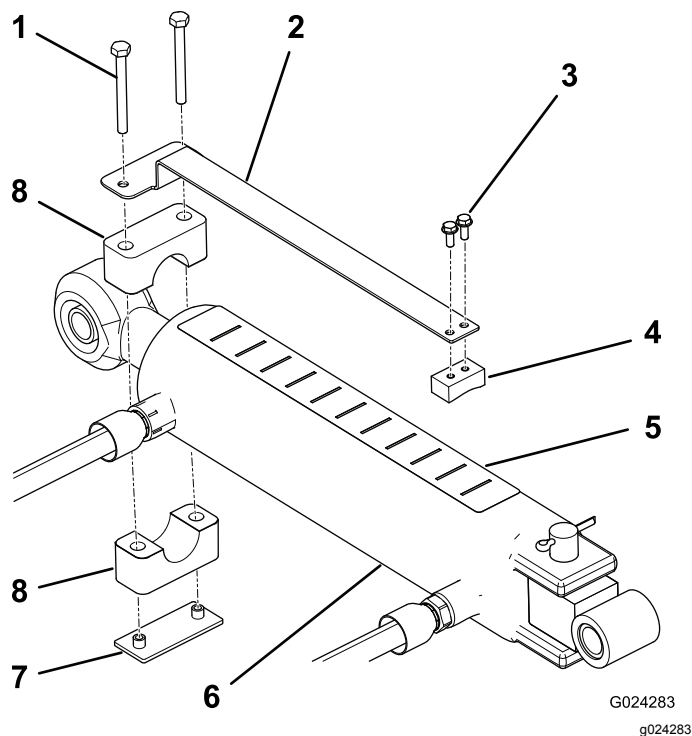

Figura 8
1. Monte el indicador de profundidad en el lado plano del tope deslizante con dos tornillos (Nº 10 x 1/2"), colocando los componentes según se muestra en la Figura 8.
2. Usando la abrazadera, la placa y 2 tornillos (1/4" x 2-1/2"), monte provisionalmente el indicador de profundidad en el extremo de la varilla del cilindro del brazo de enganche superior (Figura 8). Asegúrese de que las abrazaderas tienen suficiente holgura para poderlas girar a la posición deseada.
4. Pegue la pegatina de profundidad en la parte superior del cilindro en un lugar que esté a la vista del operador, donde no interfiera con las mangueras hidráulicas u otros obstáculos (Figura 8). Alinee el extremo de la pegatina con la letra "J" hacia el aireador.